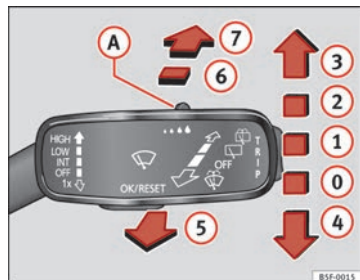

Fig. 70 Manejo del limpiaparabrisas y limpiacristales.
- Presione la palanca del limpiaparabrisas brevemente hacia abajo ⇒ fig. 70 (4).